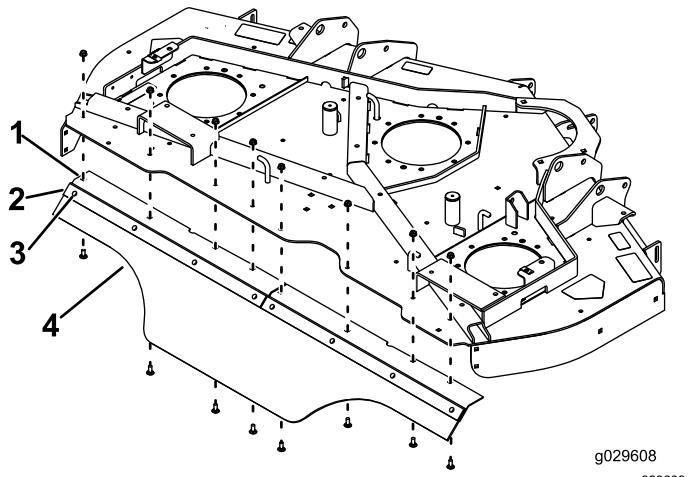

Figura 4
5. Montate gli angoli posteriori con i deflettori sul piatto di taglio posteriore con 8 bulloni a testa tonda (5/16 x 7/8 poll.) e 8 dadi (5/16 poll.), come illustrato nella Figura 4.